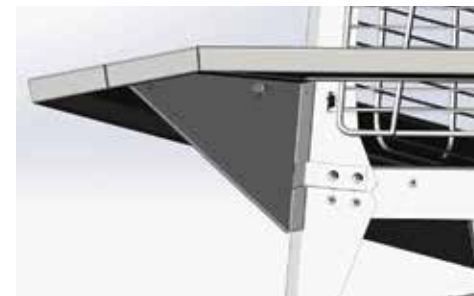

Рис. 20
- удерживая первую подставку, установите вторую подставку как показано на Рис. 20, наживите болты в отверстия. Наживите на болты гайки, но не затягивайте их до конца сборки;